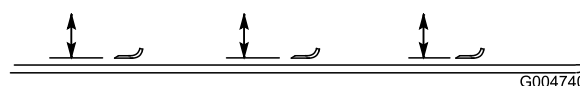

Figure 85
- Tournez la lame dans le sens longitudinal (Figure 85). Mesurez la distance entre l'intérieur du plateau de coupe et le tranchant à l'avant de la lame. Notez cette valeur.